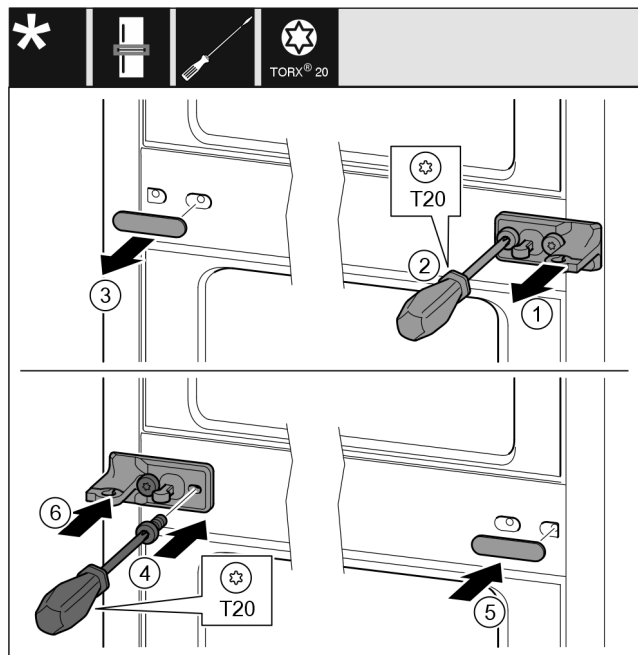

Fig. 10
- ▶ Zdjąć podkładkę. Fig. 10 (1)
- ▶ Śruby wykręcić przy pomocy śrubokręta T20. Fig. 10 (2)
- ▶ Ostrożnie zdjąć ostonę. Fig. 10 (3)
- ▶ Płytkę zawiasu wraz z folią obrócić o 180° przykręcić z drugiej strony. Fig. 10 (4)
- ▶ Ostonę obrócić o 180° założyć z drugiej strony. Fig. 10 (5)
- ▶ Podkładkę wsunąć od przodu. Fig. 10 (6)